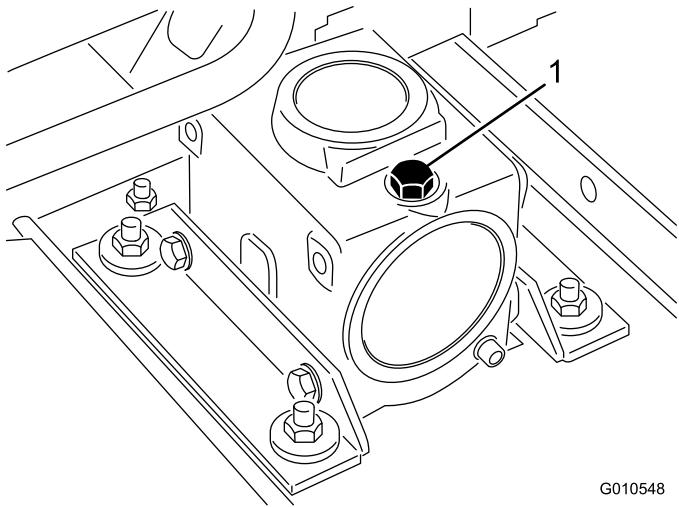

Figura 17
2. Retire la varilla/ tapón de llenado de la parte superior de la caja de engranajes (Figura 17) y compruebe que el lubricante está entre las marcas de la varilla. Si el nivel de lubricante es bajo, añada suficiente lubricante para que el nivel quede entre las marcas.